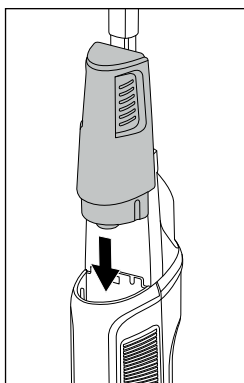

Fig. 11
- ♦ Dé la vuelta al depósito de agua limpia ⑪ y vuelva a colocarlo en el inserto superior de la parte delantera del aparato (consulte la fig. 11).
- ♦ Desplace el depósito de agua limpia ⑪ hacia abajo a lo largo de las acanaladuras del inserto hasta que el depósito de agua limpia ⑪ encastre de manera audible y quede bien fijado en el aparato.